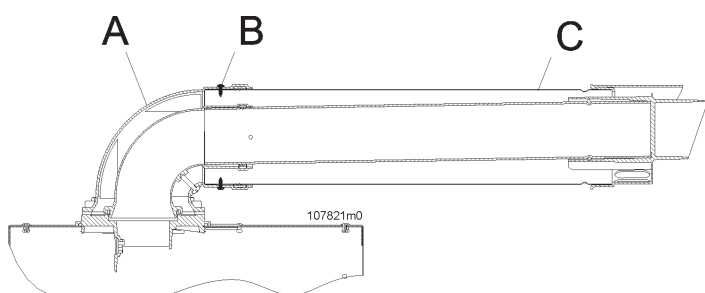

Figura 5.24 - Posizionamento del condotto coassiale
**ATTENZIONE !!! Seguire scrupolosamente le fasi di installazione del condotto coassiale come illustrato in figura 5.24. In particolare occorre:**